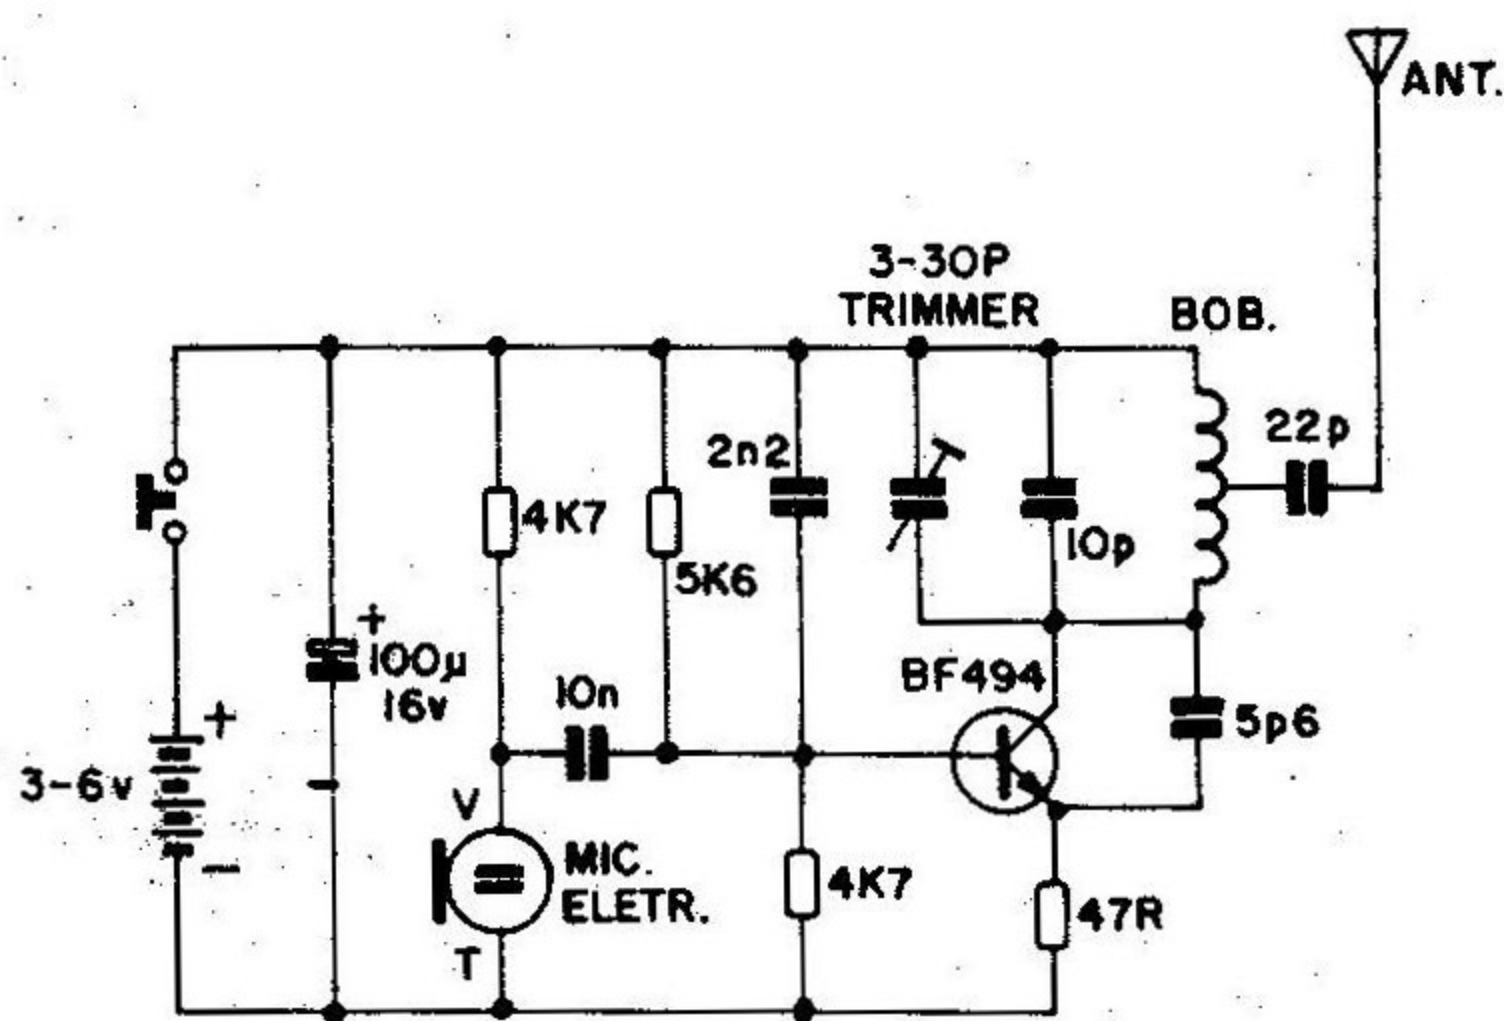

Fig.1
- **FIG. 1 - O CIRCUITO** - O arranjo circuitual do MICROTRANS FM é o que há de mais simples: um enxugadíssimo oscilador Colpitt's, levemente modificado, no qual um único transistor de alta frequência (BF494) trabalha com o módulo L-C de sintonia como carga de coletor, recorrendo à realimentação através de um capacitor de baixo valor (5p6) entre esse coletor e o emissor. O dito emissor está "carregado" pelo resistor de 47R, na função de limitar a Corrente geral "puxada" pelo arranjo. A polarização de base do BF494 é obtida através dos resistores de 5K6 e 4K7, desacoplada pelo capacitor de 2n2 à linha de alimentação positiva. Com o conjunto de sintonia formado por uma bobininha "feita em casa", mais o capacitor fixo de 10p e um trimmer cerâmico, tipo 3-30p, é possível ajustar-se a frequência bem "dentro" da faixa de FM comercial (tipicamente em torno dos 90 a 100 MHz), com o que fica fácil situar o funcionamento num ponto "vago" da dita banda, onde não exista estação operando. A modulação de voz é obtida a partir de um pequeno, sensível e fiel microfone de eletreto, cujo sinal de saída (via capacitor de 10n, sendo o eletreto polarizado pelo resistor de 4K7...) apresenta suficiente nível para excitação direta da base do transistor oscilante... Os sinais provenientes do microfone, numa configuração osciladora desse gênero, determinam dois tipos de ação: alteram a amplitude e a Frequência da oscilação... Quanto à amplitude, não nos interessa, nem interfere muito com o desejado funcionamento... Já a modulação em Frequência é justamente aquela que pretendemos, já que assim